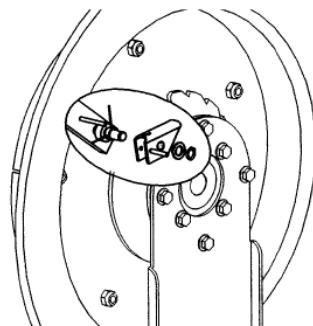

Fig. 8
7. Clean the latch components or replace if necessary and assemble in opposite order (figure 8).
7. Nettoyer les différents éléments qui composent le cliquet ou les remplacer si nécessaire et les remonter en suivant le processus inverse. (voir Figure 8).
6. Rengör spärren och byt de delar som är slitna eller skadade (fig. 8).